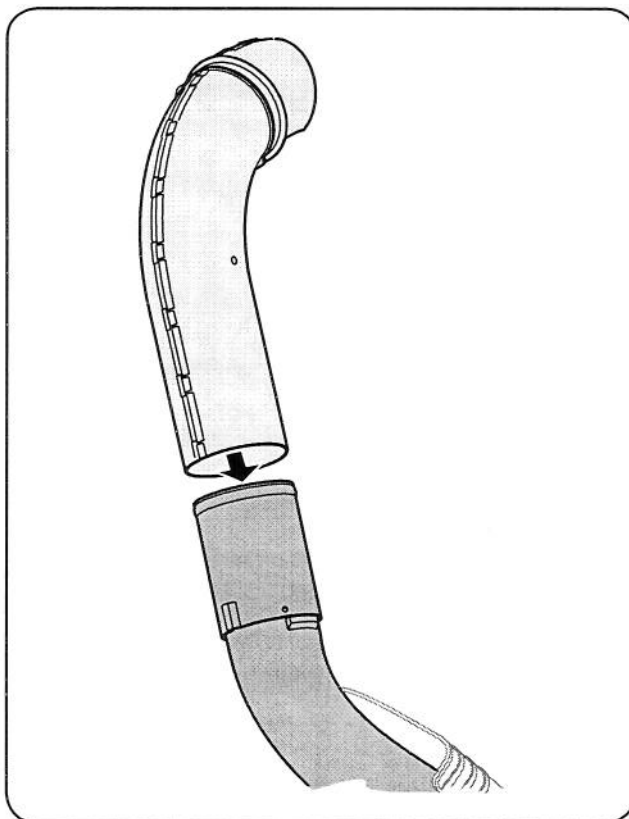
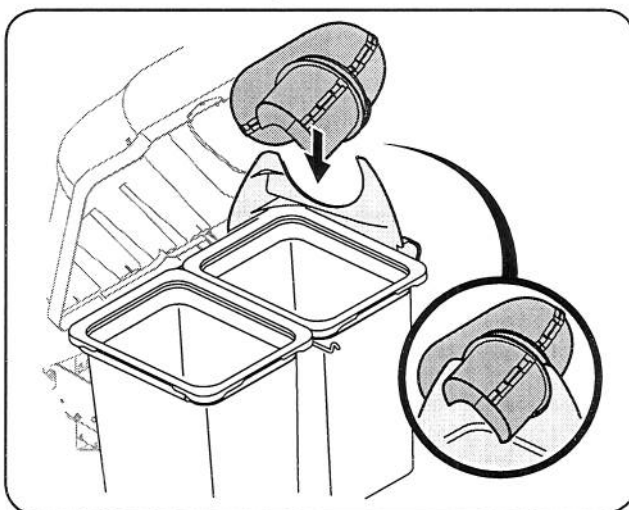

Figure 4-26
Figure 4-27
18. Avec l'herbe d'ouverture du collecteur, l'installation de la décharge chute sur la chute d'eau extension tube, comme on l'a vu dans la Fig. 4.26, de repos et de la fin du sommet dans la haute chute d'eau de soutien installé sur le côté droit du support de sac. Voir Fig. 4.27.
**Note:** La rainure sur la goulotte supérieure doivent être alignés avec le soutien chute supérieure, comme on le voit dans l'encadré de la figure. 4-27.